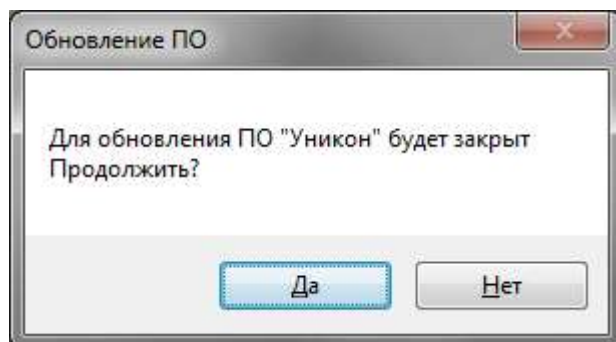

Рисунок 5.11 – Окно «Обновление ПО»
3. Программа для обновления ПО предложит закрыть «УниКон» (рисунок 5.11), после подтверждения необходимо в течение 10 секунд выключить «УниКон» (он начнет закрываться автоматически и нужно лишь подтвердить либо отказаться от сохранения проекта).